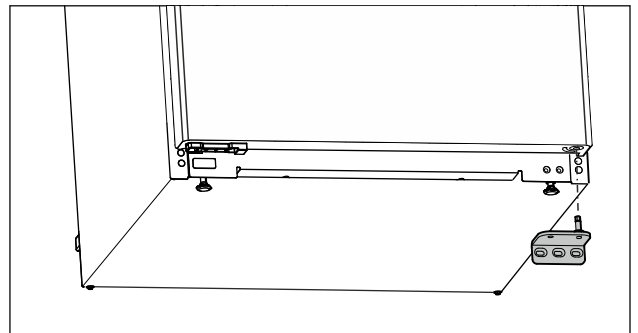

Fig. 15
- ▶ Ležajni podstavek snemite navzdol. (glejte Fig. 15)